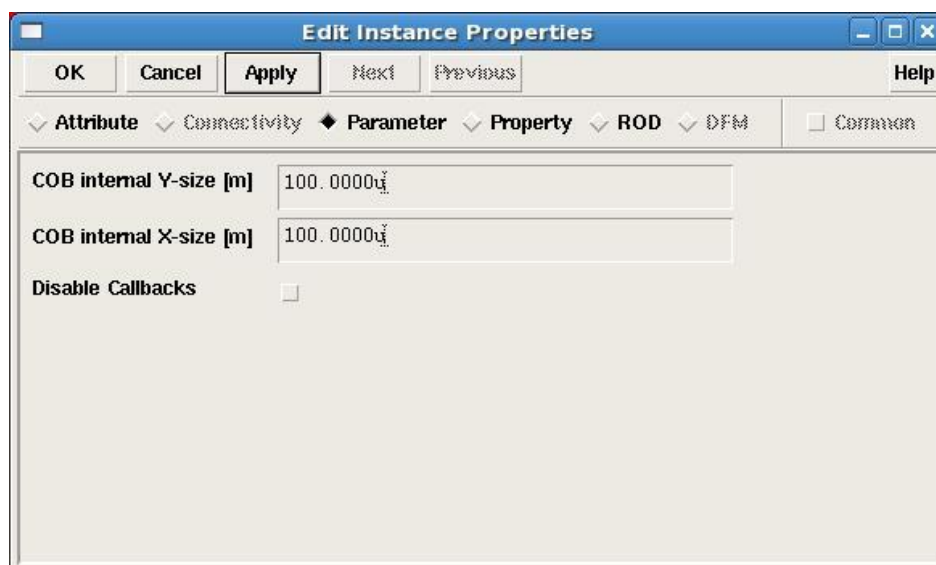

Рис. 2. Изменение геометрических размеров COB.
- 4) Задать геометрические размеры COB, выбрав пункт меню *Edit→Properties* и вкладку “Parameter” (см. рис. 2).